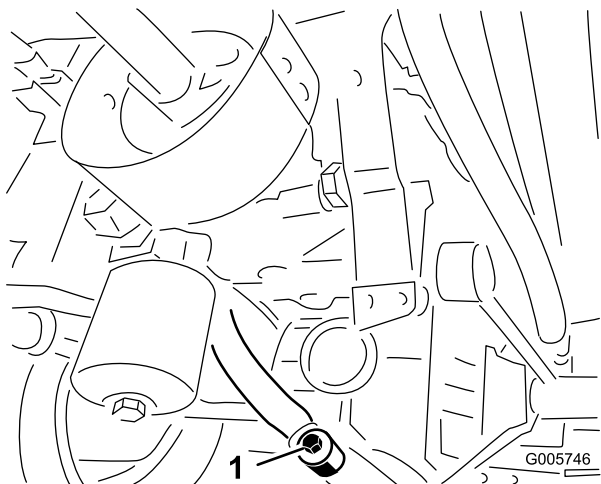
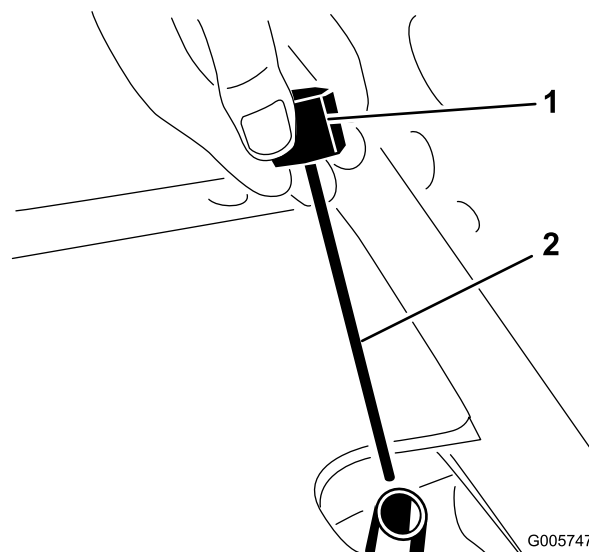

Bild 75
Bild 76
4. Nehmen Sie die Ablassschraube vom Ablass zwischen dem Achsgehäuse und Ölfilter ab und lassen Sie das Öl in eine Auffangwanne ablaufen (Bild 75).
6. Setzen Sie die Ablassschraube in den Ablass zwischen dem Achsgehäuse und dem Filter ein (Bild 75).
7. Nehmen Sie den Ölpeilstab aus dem Achsenfüllstutzen (Bild 76) und füllen Sie die Achse bis zum richtigen Ölstand mit dem richtigen Hydrauliköl, siehe Tabelle oben.
9. Lassen Sie die Maschine für zwei Minuten stehen, nehmen Sie dann den Peilstab heraus und prüfen Sie den Ölstand in der Achse (Bild 76). Wenn der Ölstand niedrig ist, füllen Sie Öl auf, bis der Stand an die Kerbe am Peilstab liegt (Bild 76). Wenn der Stand zu hoch ist, nehmen Sie die Ablassschraube ab (Bild 75) und lassen Sie Öl ablaufen, bis der Stand an der Kerbe am Peilstab liegt.